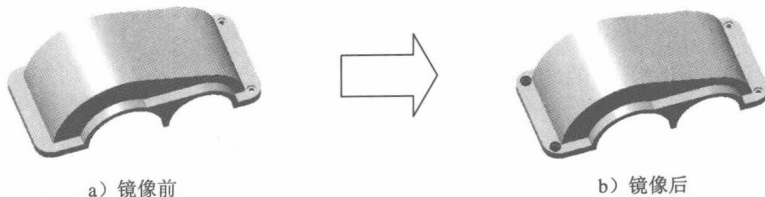

图 1.17 镜像 2
- (5) 单击窗口中的 ☒ 按钮，完成 M8 六角头螺栓的柱形沉头孔 1 的创建。
Step10. 创建图 1.17 所示的镜像 2。